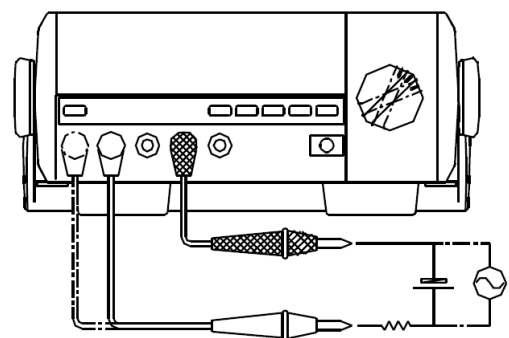

Рисунок 4
**B. Измерение постоянного и переменного тока** (см. рисунок 4)